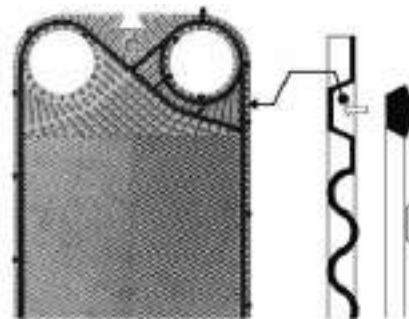

Fig.6
- Fije las juntas a las placas (Fig. 6), preste atención a que los canales detectores de fugas de fluido, para recoger las fugas de fluido "A", estén orientadas hacia arriba, procurando colocar correctamente los Plug-In en sus ubicaciones (Fig. 7). Compruebe que la junta esté correctamente colocada en la ranura y gire la placa para comprobar que todos los Plug-In® estén